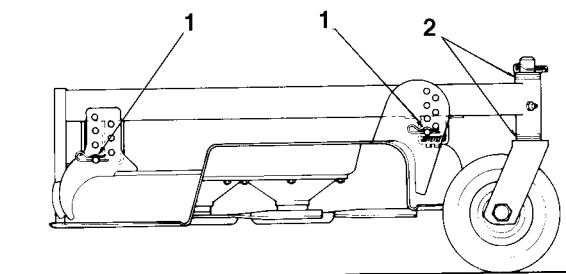

Figure 17
- A.** Pour les unités de coupe qui fonctionnent normalement avec une hauteur de coupe de 25 à 50 mm, le bord inférieur doit être relevé. Enlever la clavette qui fixe la roue pivotante à l'extrémité inférieure (Fig. 17) et déposer l'ensemble roue.
- C.** Si l'unité de coupe fonctionne normalement avec une hauteur de coupe de 50 à 100 mm, abaisser le côté supérieur. Enlever la clavette de la roue pivotante à l'extrémité supérieure de l'unité et déposer l'ensemble roue (Fig. 17).